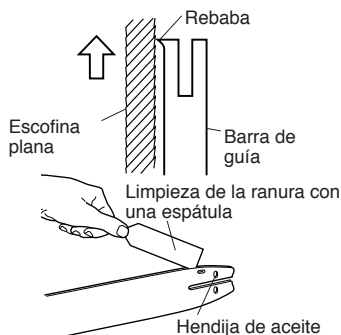

Figura 22 - Mantenimiento de la barra de guía
2. Retire el polvo y la tierra de la ranura de la barra de guía en forma periódica. Para ello, utilice una espátula o un alambre (vea la Figura 22).